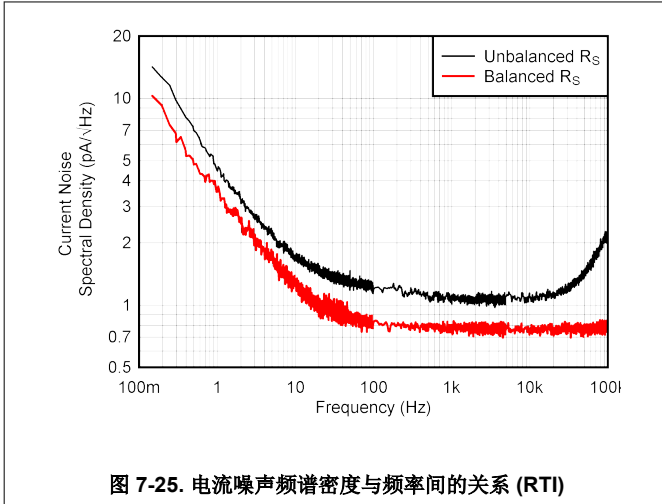

图 7-25. 电流噪声频谱密度与频率间的关系 (RTI)
- (7) 该参数在高速自动测试环境中进行测试, 不测量时间常数较长的热效应。热效应取决于电源电压、布局、散热和气流条件。
- (8) 总 RTI 电压噪声等于: $e_{N(RTI)} = \sqrt{[e_{NI}]^2 + (e_{NO}/G)^2}$ 。
- (9) 为不平衡输入阻抗指定的输入电流噪声密度。偏置电流消除功能改善了平衡系统的噪声性能; 请参阅图 7-25。